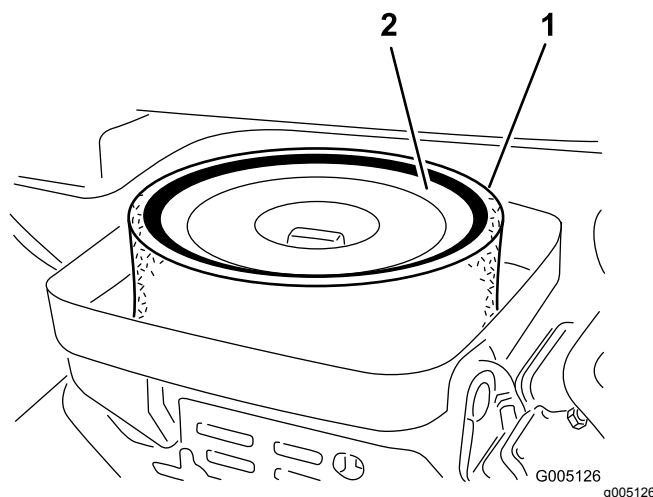

Figura 26
3. Retire a porca que fixa os elementos de filtragem ao corpo do filtro de ar (Figura 26).
4. Se o elemento de esponja se encontrar sujo, deverá retirá-lo do elemento de papel (Figura 26). Limpe-o cuidadosamente, da seguinte forma: